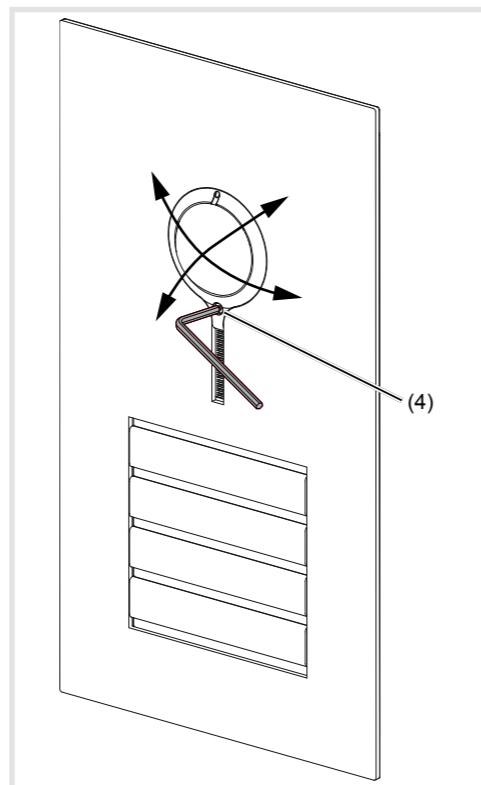

Figura 13: orientamento della telecamera
- Svitare le viti di fissaggio per la telecamera con la chiave a brugola fornita in dotazione da 1,5 mm (figura 13).